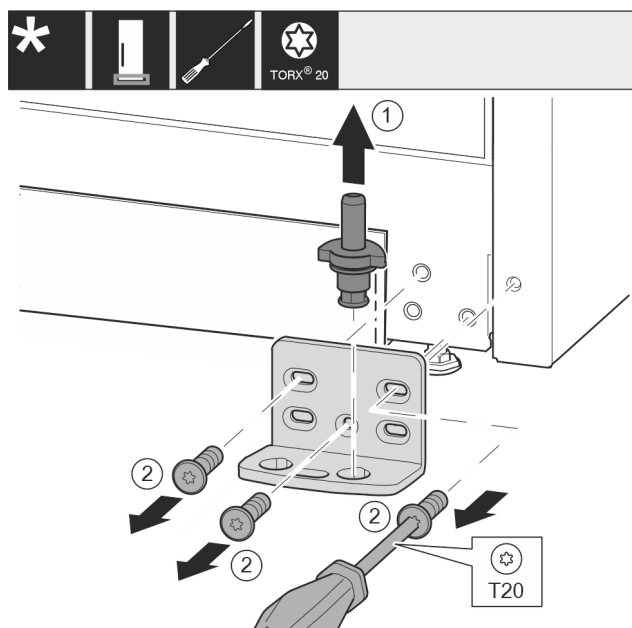

Fig. 17
- ▶ Ložiskový čep celý vytáhněte nahoru. *Fig. 17 (1)*
- ▶ Šroubovákem T20 vyšroubujte šrouby a odeberte stojan ložiska. *Fig. 17 (2)*